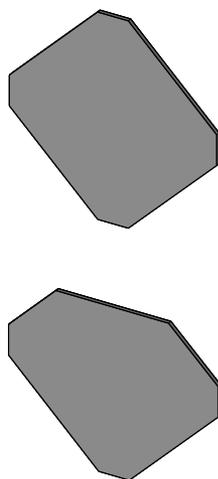

fig. 7.37
- Les modèles carrés ont une épaisseur moyenne de 4-mm. Leur format varie de 30-cm x 30-cm à 35,5-cm x 35,5-cm (fig. 7.37).